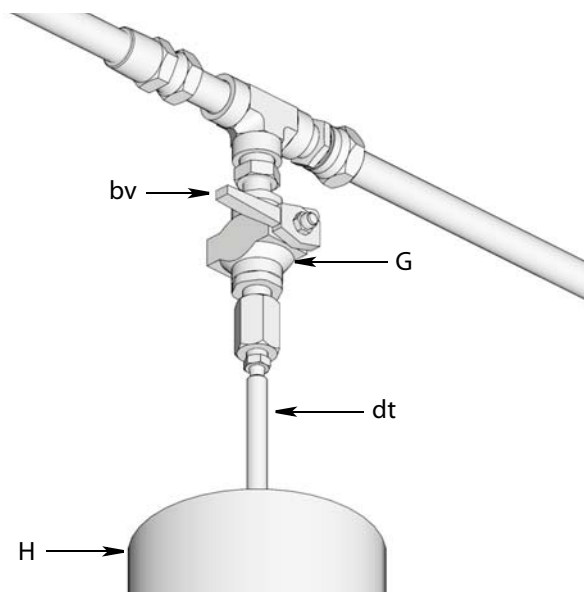

Рис. 14: Показана установка на линии
3. Перекройте подачу воздуха на заполнительный насос (P).
4. Сбросьте давление между насосом станции дистанционного заполнения (P) и автоматическим запорным устройством для заполнения (S):
- a. Откройте шаровой клапан (bv) (Рис. 14). Давление сбросится и лишняя жидкость стечет через дренажную трубку (dt) в резервуар сбора смазки (H).